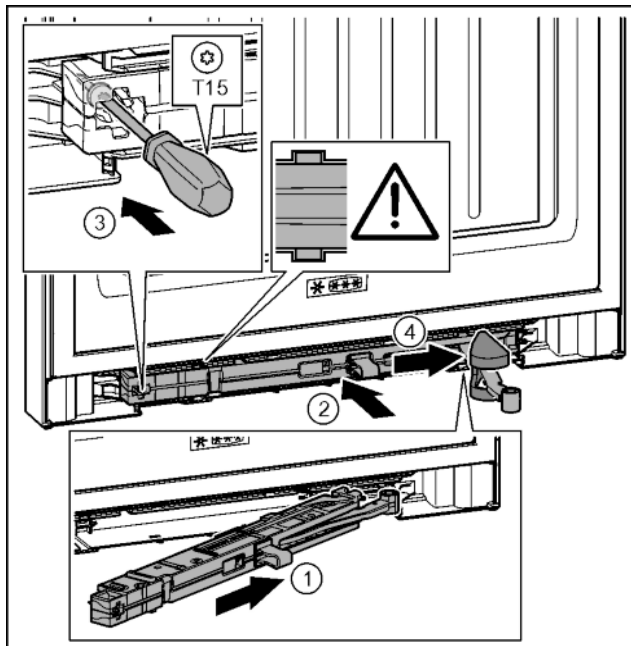

Fig. 39
- Amortyzator zamykania drzwi po stronie płytki zawiasu wsunąć ukośnie w zagłębienie aż do oporu. *Fig. 39 (1)*
- Amortyzator zamykania drzwi wsunąć całkowicie w zagłębienie. *Fig. 39 (2)*
- Śrubę przykręcić przy pomocy śrubokręta T15. *Fig. 39 (3)*
- Osłonę wsunąć na przegub. *Fig. 39 (4)*